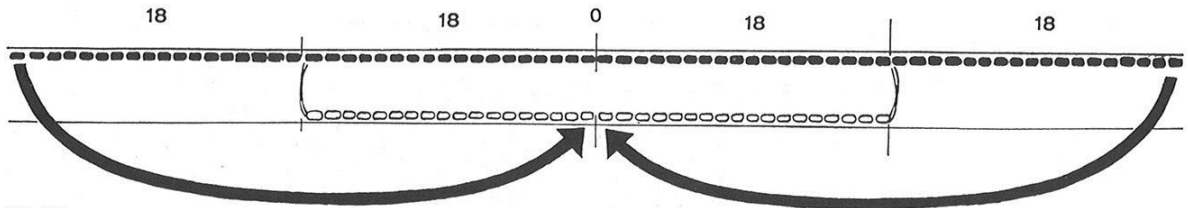

Fig. 101
**Report des mailles,** voir fig. 101 à 108
**Comment reporter les mailles à l'aide du peigne reporteur pour passer de la côte 1 : 1 au jersey tubulaire, fig. 101.**